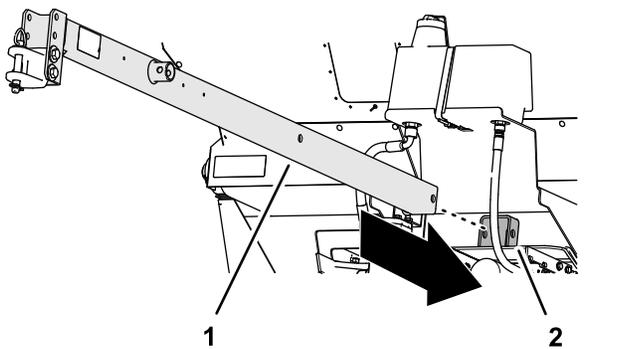

Рисунок 4
1. Вставьте дышло в переднюю приемную трубу, через раму машины и через заднюю приемную трубу (Рисунок 4).